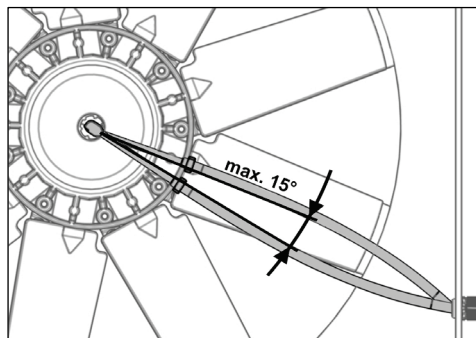

Fig. 31
- Controleer de spanning en span zo nodig de drukslang opnieuw aan (zie Fig. 31).